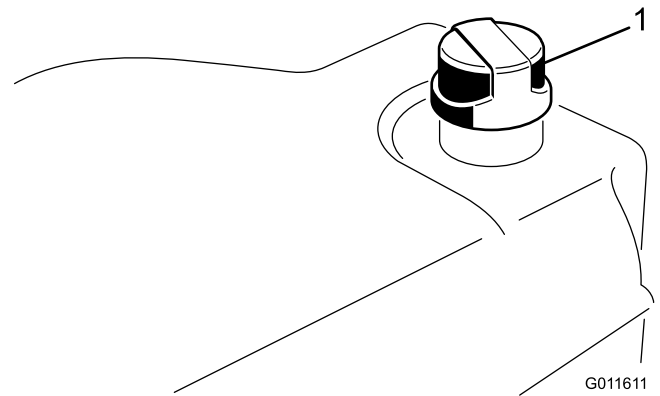

Figura 20
2. Limpie alrededor del cuello de llenado y el tapón del depósito de aceite hidráulico (Figura 20).